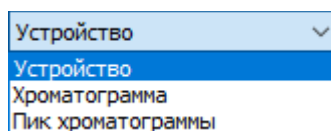

Рис. 4.3
1. Поле «Данные из Хромос». Здесь необходимо выбрать будут ли передаваться данные устройства, хроматограммы или пика хроматограммы, рис. 4.3;